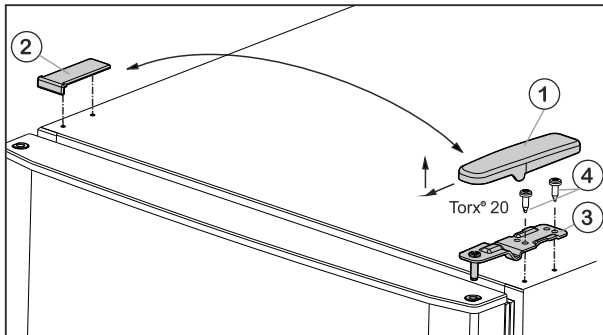

Fig. 6
- ▶ Изтеглете капакa Fig. 6 (1) напред и нагоре.
- ▶ Свалете капакa Fig. 6 (2).
- ▶ Развийте горната лагерна стойка Fig. 6 (3) ((2 x Torx® 20) Fig. 6 (4) и издърпайте нагоре.
- ▶ Поставете горната лагерна опора Fig. 6 (3) върху новата страна на пантите във вратата.
- ▶ Затегнете горната лагерна опора **здро̀во (с 4 Nm)** (2 x Torx® 20) Fig. 6 (4). Еwentуално използвайте акумулаторна отвертка.
- ▶ Поставете капака Fig. 6 (1) от срещуположната страна отвън и го фиксирайте.
- ▶ Поставете капака Fig. 6 (2) също от срещуположната страна отгоре и го фиксирайте.